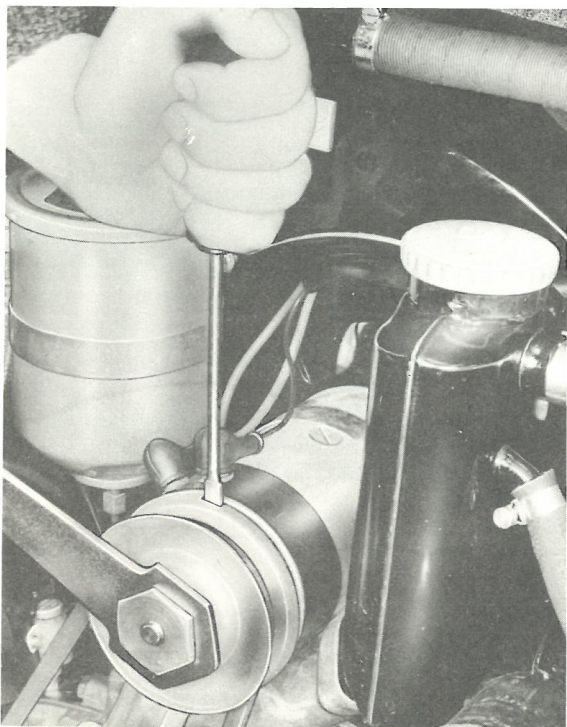

Bild 71
1. Spezialmutter (Schlüsselweite 36 mm) an der Riemenscheibe der Lichtmaschine lösen. Beim Lösen und Anziehen dieser Mutter ist ein scharfkantiger Schraubenzieher in die Aussparung der inneren Riemenscheibenhälfte zu stecken und gegen die oberen Gehäuseschrauben der Lichtmaschine abzustützen, (s. Bild 71).